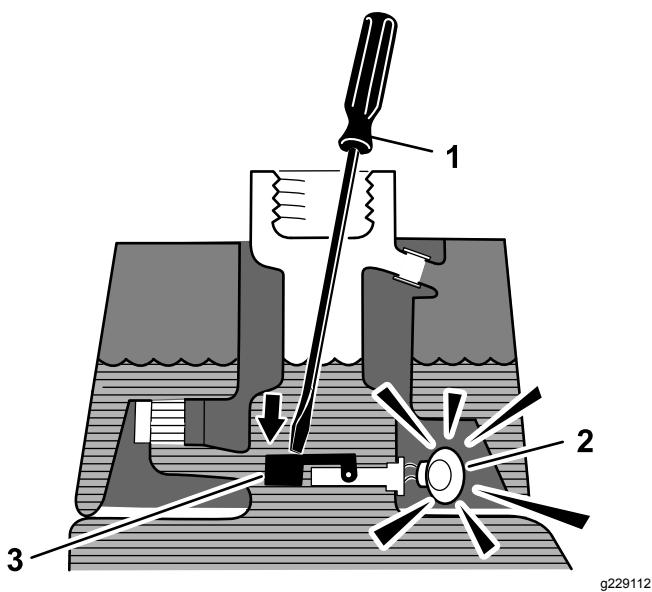

Bild 46
3. Stecken Sie eine saubere Stange oder einen Schraubenzieher in den Einfüllstutzen des Behälters und drücken Sie den Schwimmerschalter (Bild 46) leicht nach unten. Der Alarm sollte nach einer Sekunde ertönen.